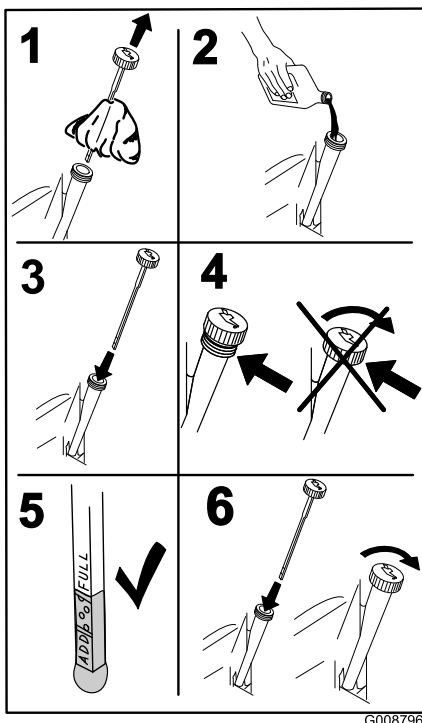

Figura 31
4. Vierta lentamente un 80% aproximadamente del aceite especificado por el tubo de llenado, luego añada lentamente el resto del aceite hasta que llegue a la marca **Full** (Figura 31).